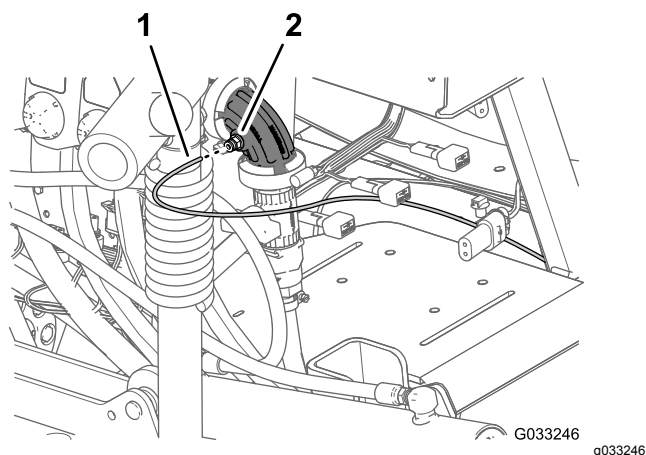
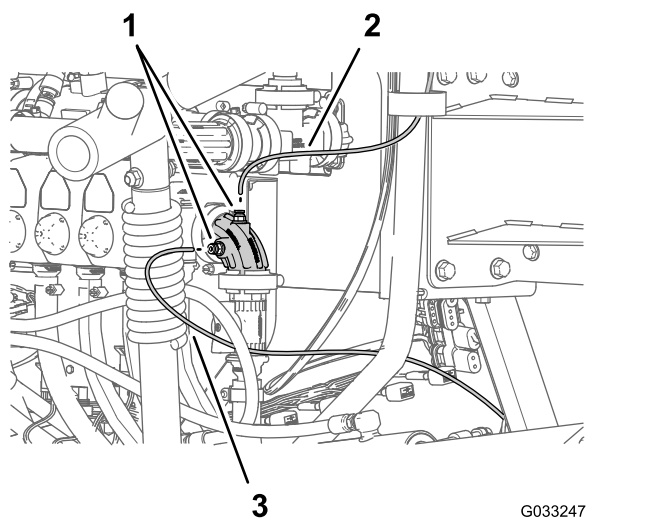

Figura 140
Figura 141
1. Alinhe a extremidade do tubo sensor de pressão (plástico) para o indicador de pressão no painel com o anel de tensão do acoplador do tubo (Figura 140 e Figura 141).
2. Insira o tubo no anel de tensão até o tubo estar devidamente colocado (Figura 140 e Figura 141).